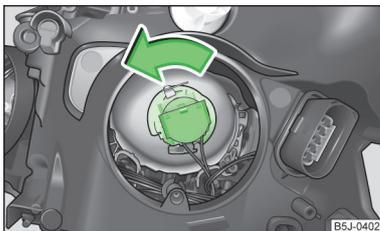

Fig. 163
- Girar el conector con la bombilla » fig. 163 hasta el tope en el sentido de la flecha y extraerlo.